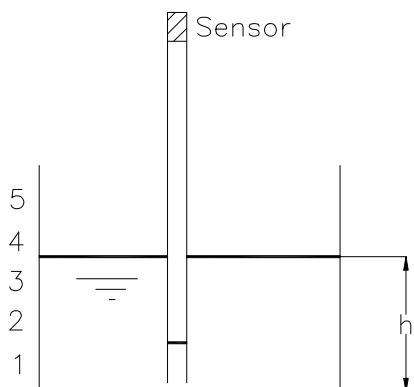

Figura 2.22.
2.22. El dispositivo de la **Figura 2.22.** se utiliza para medir el nivel de un depósito de agua. El tubo vertical está originalmente (al estar fuera del depósito) lleno de aire y en la parte superior cerrada hay un sensor que indica la presión del aire dentro del tubo.